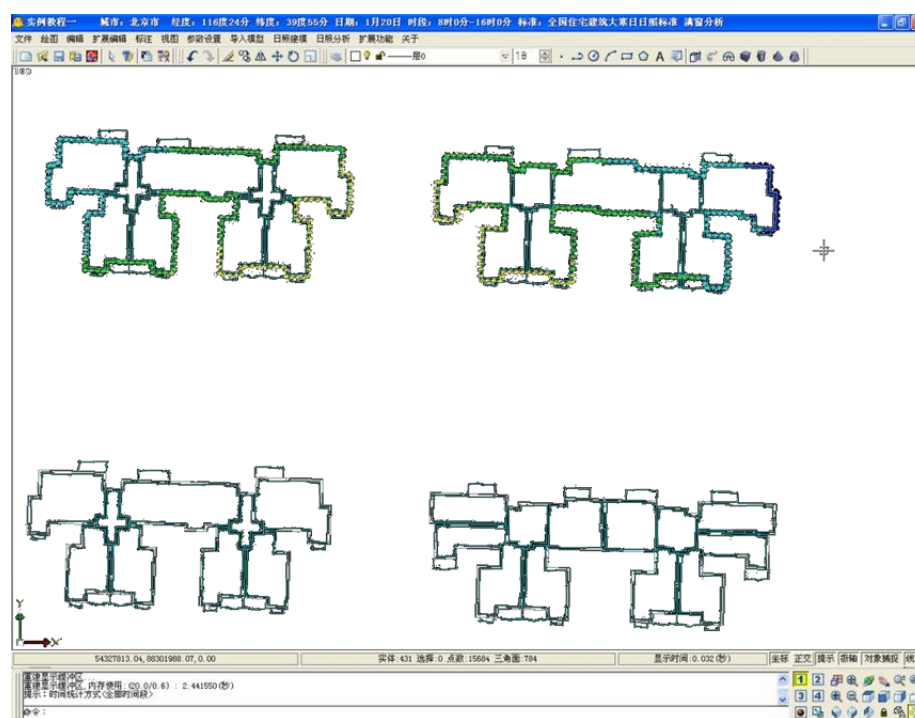

图 15-21
(2)、根据提示选择 1、2 号建筑轮廓线作为待分析的面，输入待分析线的标高 900，右键确认，如图 15-21；